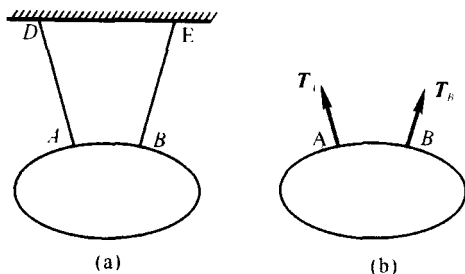
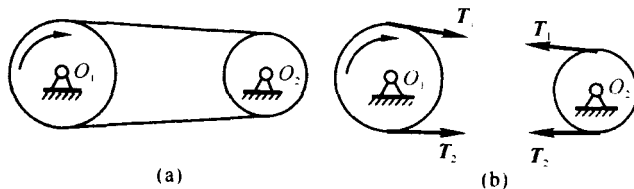

图 1.1
图 1.2
(1) 柔软的绳索(链条或胶带等)构成的约束。约束反力只能是拉力, 作用在接触点, 其方向沿着绳索而背离被约束的物体, 如图 1.1 和图 1.2 所示。